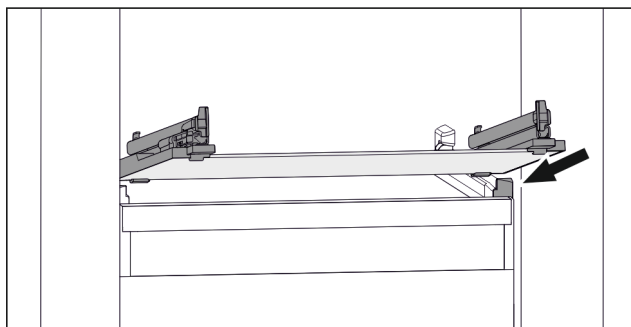

Fig. 69 Przykładowa prezentacja płyty szklanej
- ▶ Założyć płytę szklaną pod skosem za stoperami. (patrz Fig. 69)